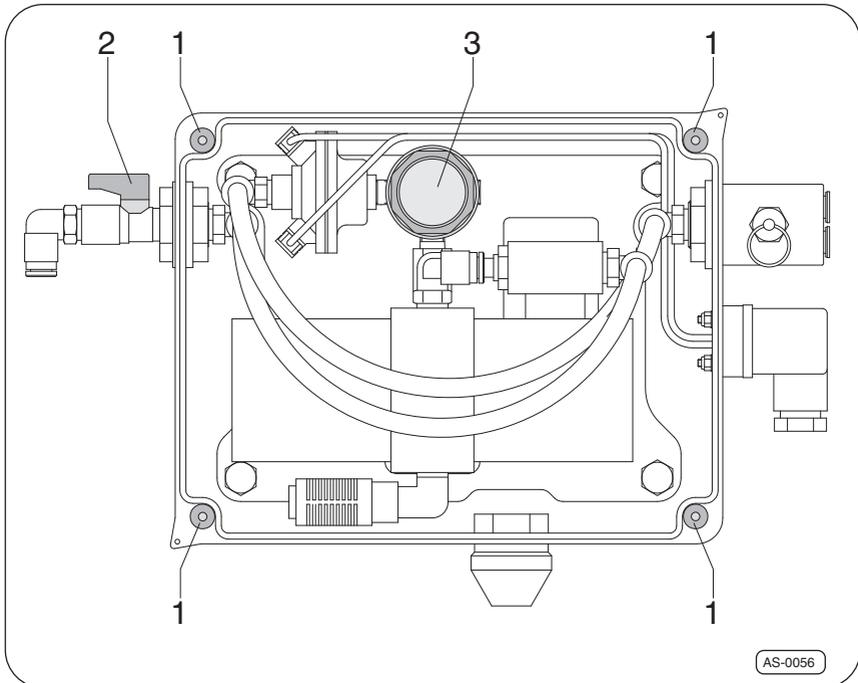

Fig. 12 · Unité de commande ouverte
1. Ouvrir l'unité de commande en desserrant les vis (4x) ⇒ Fig. 12, –Pos. 1– du couvercle.